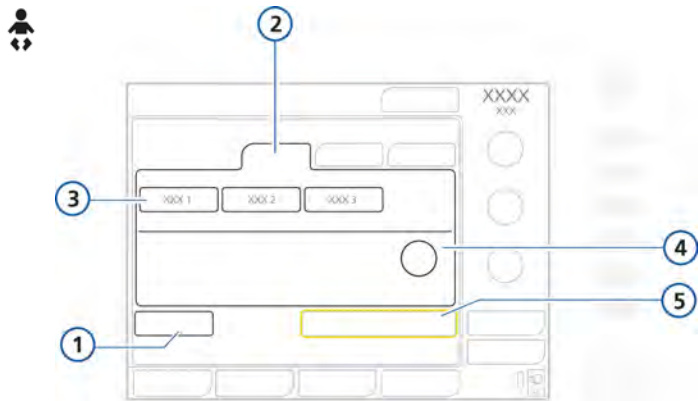

Figura 4-3. Ventana de configuración del paciente/Standby (pacientes neonatos)
- **Neonatal.** Para pacientes neonatos (figura 4-3). Consulte la tabla 4-1 para conocer los intervalos de peso y edad.